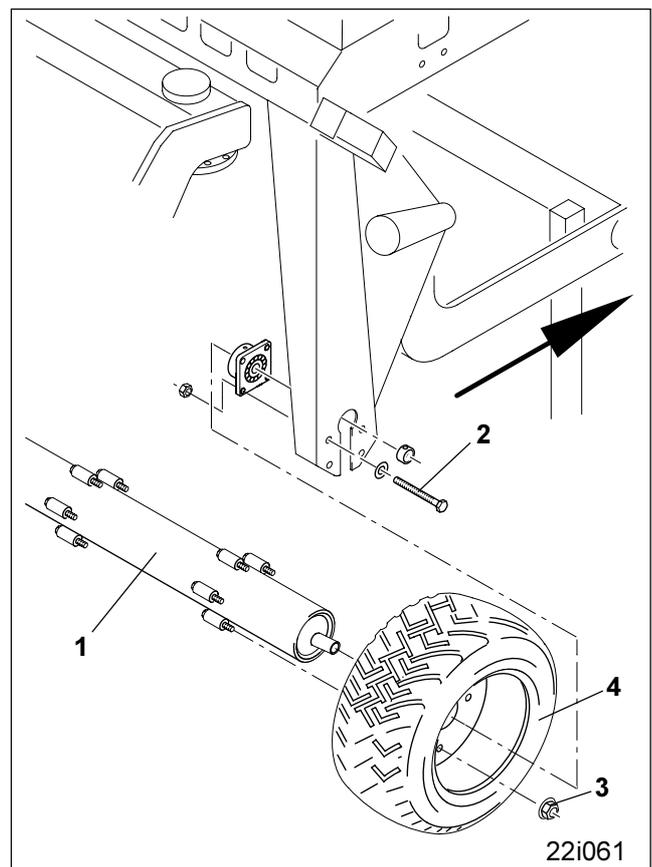

Fig. 50.6
- Walze mit Unterlegkeilen gegen unbeabsichtigtes Wegrollen sichern und die Walze (Fig. 50.6/1) abschrauben. Dazu beidseitig die Befestigungsschrauben (Fig. 50.6/2) entfernen
- Skt.-Muttern (Fig. 50.6/3) entfernen und Reifen (Fig. 50.6/4) von der Walze abziehen.